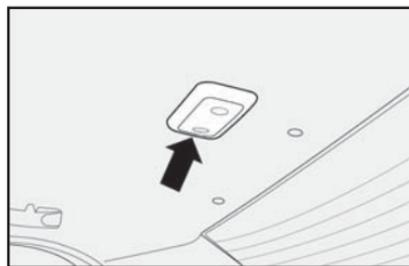

fig. 66
- con un destornillador en el punto indicado por la flecha **fig. 66**, presionando ligeramente en el hueco que tiene el plafón, saque el conjunto de luz interna montado a presión;